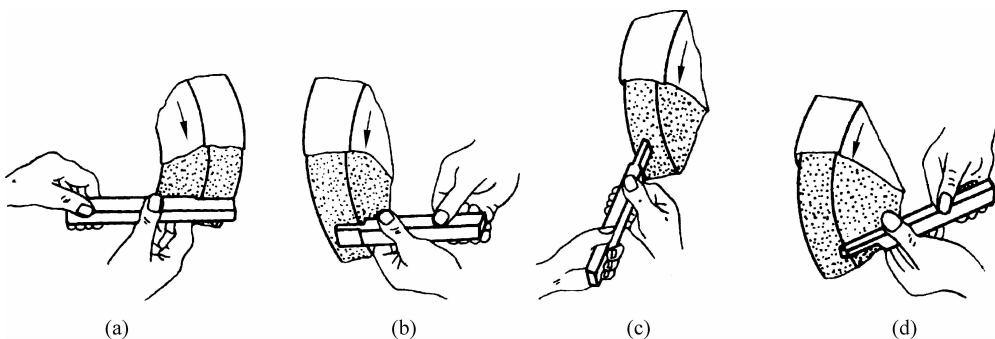
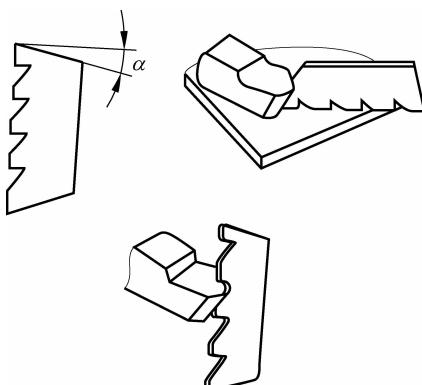

图 3-3 90°车刀刃磨
图 3-4 用样本检验角度
- ① 主后面,同时磨出主偏角及主后角,见图 3-3(a)。
- ② 副后面,同时磨出副偏角及副后角,见图 3-3(b)。
- ③ 前面,同时磨出前角,见图 3-3(c)。
① 磨前面。
② 磨主后面和副后面。
③ 磨刀尖圆弧，见图 3-3(d)。
(2) 刀磨车刀姿势及方法。
① 站立在砂轮侧面，以防砂轮碎裂时，碎片飞出伤人。
② 手握刀的距离放开，两肘夹紧腰部，这样可以减小磨刀时的抖动。
③ 磨刀时，车刀应放在砂轮的水平中心，刀尖略微上翘  $3^{\circ} \sim 8^{\circ}$ 。车刀接触砂轮应作左右方向水平线移动。当车刀离开砂轮时，刀尖需向上抬起，以防磨好的刀刃被砂轮碰伤。磨主后面时，刀杆尾部向左偏过一个主偏角的角度，见图 3-3(a)，磨副后面时，刀杆尾部向右偏过一个副偏角的角度，见图 3-3(b)。修磨刀尖圆弧时，通常以左手握车刀前端为支点，用右手转动车刀尾部，见图 3-3(d)。
④ 磨刀过程：确定主切削刃 → 粗磨刀面 → 精磨刀面同时控制好角度 → 修磨刀尖圆弧。
(3) 检查车刀角度方法。
① 目测法。观察车刀角度是否合乎切削要求，刀刃是否锋利，表面是否有裂痕和其他不符合切削要求的缺陷。
② 量角器和样板测量法。对于角度要求高的车刀，可用此法检查，见图 3-4 所示。